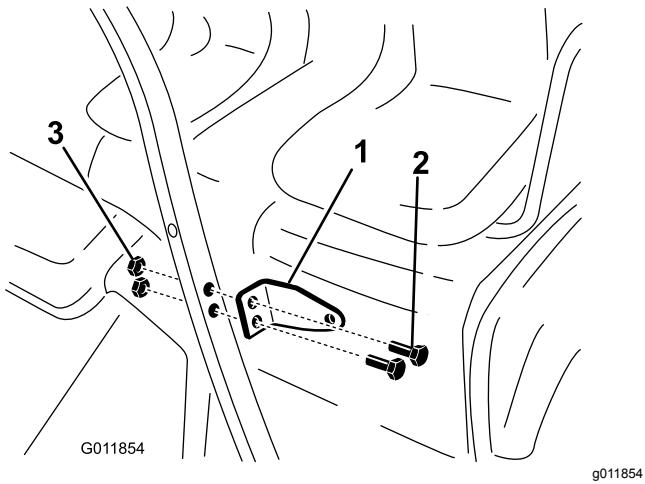

図 12
6. ミラーマウントをチューブに固定するボルト5/16" x 1 1/2" 2 本とフランジナット5/16"で図 12のよう取り付ける。